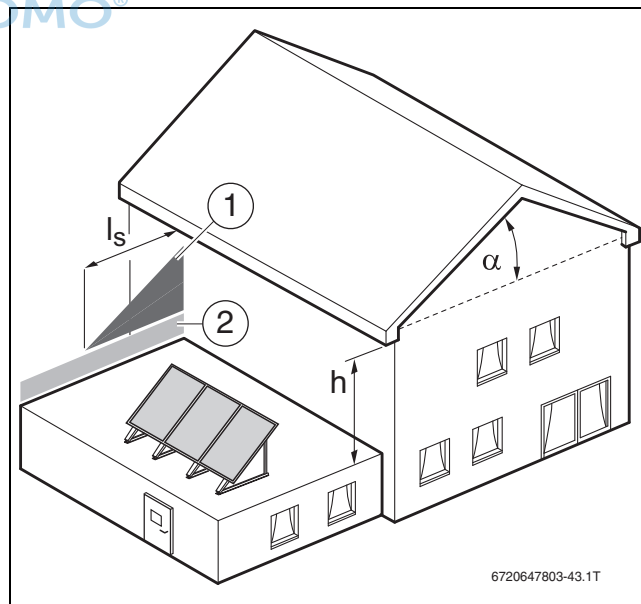

Bild 13 Kollektoranordnung bei Höhengsprüngen
- Höhengsprünge vermeiden (→ Bild 13).
Bei Höhengsprüngen von Dächern müssen abrutschende Schneelasten ab einer Dachneigung von $\alpha > 15^\circ$ vermieden werden. Die Länge der zusätzlichen Belastung durch eine abrutschende Schneelast ergibt sich aus dem Höhengsprung (→ Bild 13): $l_s = 2 \times h$